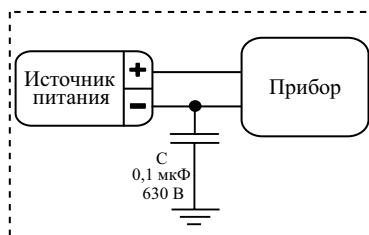

Рисунок 3
**ВНИМАНИЕ!** В ЦЕЛЯХ ПОВЫШЕНИЯ ПОМЕХОУСТОЙЧИВОСТИ СИСТЕМЫ ПОЖАРНО-ОХРАННОЙ СИГНАЛИЗАЦИИ МИНУСОВОЙ ПРОВОД ИСТОЧНИКА ПИТАНИЯ ПРИБОРА РЕКОМЕНДУЕТСЯ ЗАЗЕМЛЯТЬ ЧЕРЕЗ НЕПОЛЯРНЫЙ КОНДЕНСАТОР ЕМКОСТЬЮ  $0,1 - 0,47 \text{ мкФ} \times 400 \text{ В}$  (ИЛИ БОЛЕЕ). НАПРИМЕР: К73-17,  $0,1 \text{ мкФ}$ ,  $630 \text{ В}$  (рисунок 3).